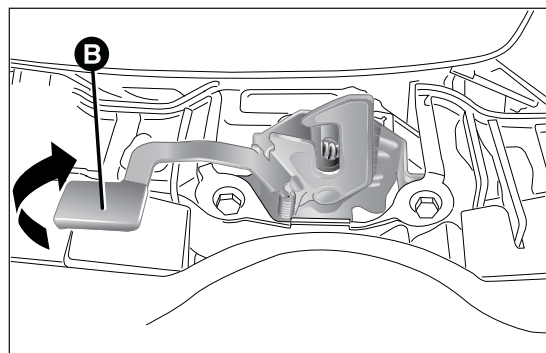

fig. 58
- ☐ mover la palanca B fig. 58 hacia la izquierda como indica la figura;